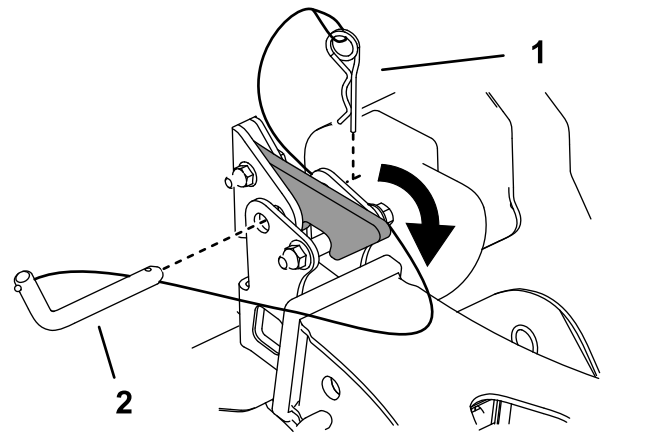
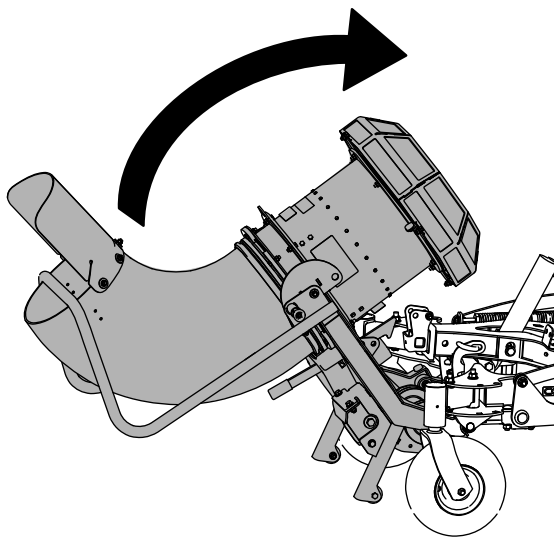

Figura 29
Figura 28
1. Eleve el soplador hasta que se enganche en el receptor de enganche (Figura 28 y Figura 29).
2. Sujete el conjunto al receptor de enganche usando el pasador de enganche y la chaveta que están sujetos al receptor (Figura 29).